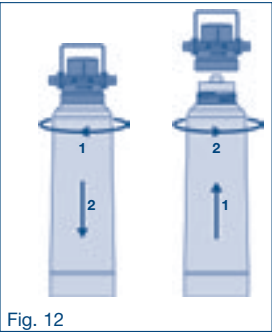

Fig. 12
- 2. Desenrosque la bujía filtrante de la cabeza filtrante en el sentido de las agujas del reloj (consulte la Fig. 12). La cabeza filtrante puede inclinarse 90° para desmontar fácilmente la bujía filtrante en el soporte del filtro.
- 4. Instale la nueva bujía filtrante como se describe en el capítulo 6.8 (ver Fig. 12).